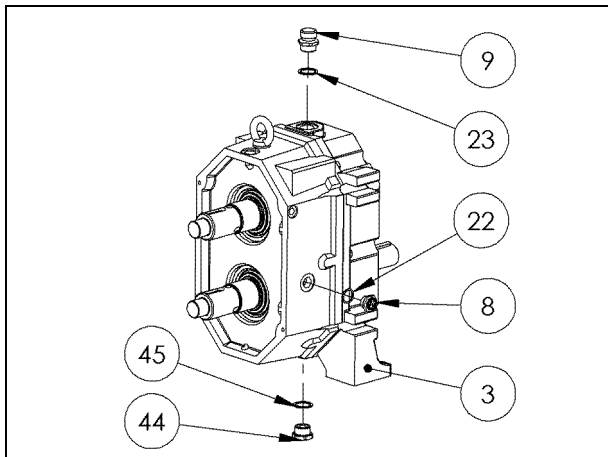

Fig. 16-7. Cambio olio cassa ingranaggi.
1. Prima di smontare la cassa ingranaggi bisogna (Fig. 16-7):